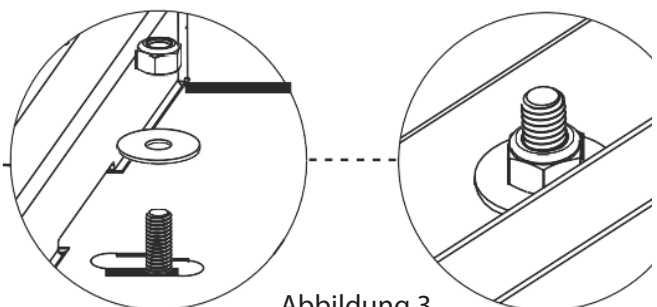

Abbildung 3
4. Ziehen Sie die Schrauben vorerst nur von Hand fest, um die Panele noch flexibel zu lassen, siehe Abbildung 3.